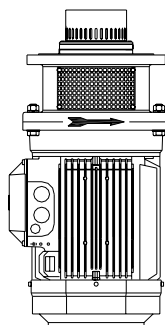

Figura 6.1
3. Verificar que el sentido de giro del rodete es correcto (sentido de giro horario visto desde el lado del accionamiento). Ver figura 6.1.